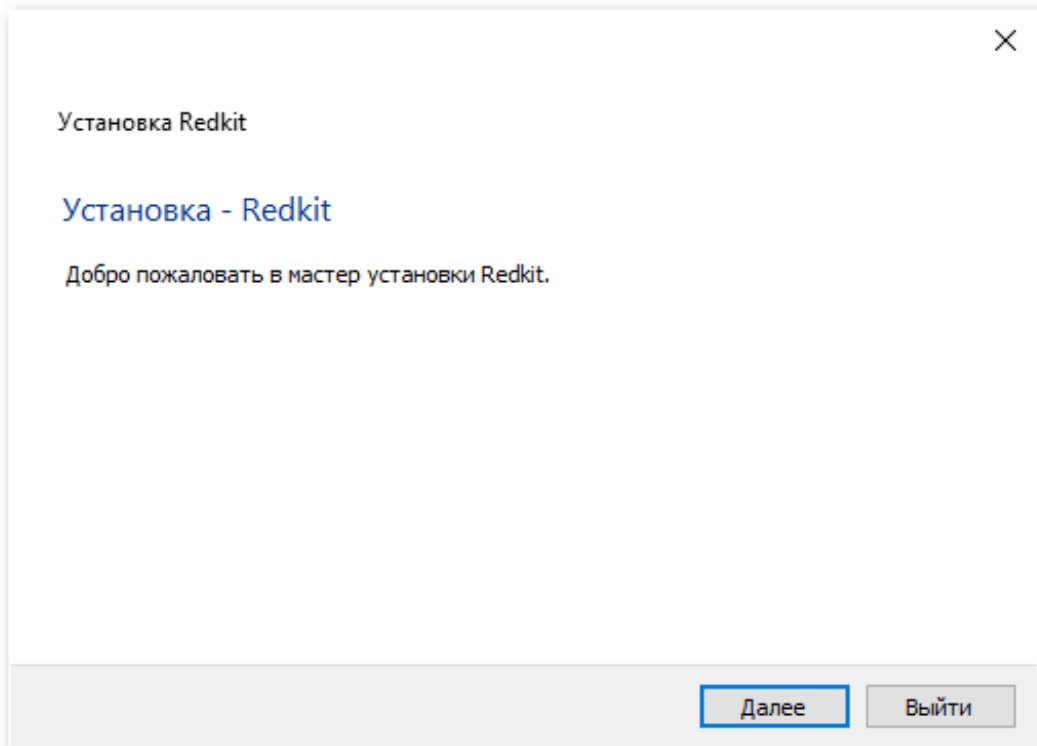

Рисунок 17 - Установка Redkit
2. В окне приветствия нажмите **Далее** (Рисунок 17).